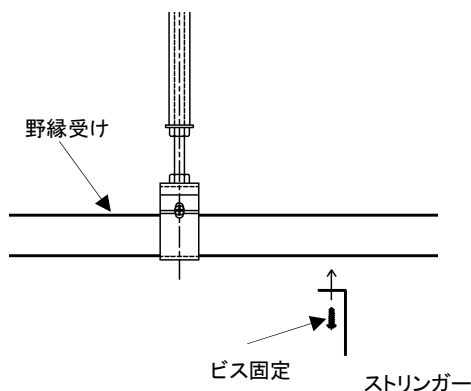
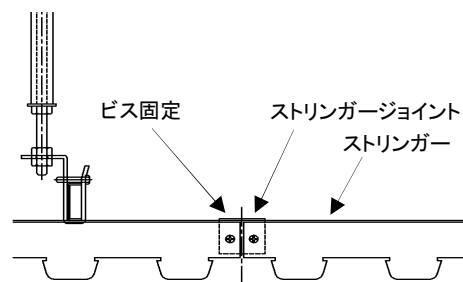

図 4-1 野縁取付け
図 4-2 野縁取付け
- ・接続部分はストリンガージョイント(L型)を使用する。(図4-2参照) (図4-1参照)もしくは、外部野縁受けジョイントを使用する。